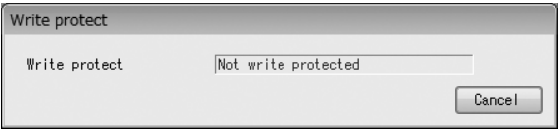

図3-27
① 画面上部メニューの「Process Variables(V)」をクリックし、「Write protect」を選び再度クリックすると、次のウィンドウ (図3-27) が表示されます。